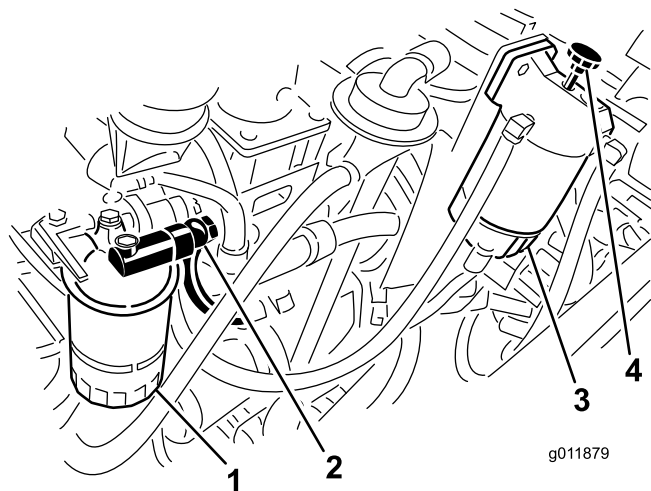

Рисунок 65
5. Ослабьте соединитель типа "банджо" на корпусе топливного фильтра (Рисунок 65).
6. Включите топливоподкачивающий насос водоотделителя (Рисунок 65), пока из соединителя типа "банджо" не пойдет сплошной поток топлива.